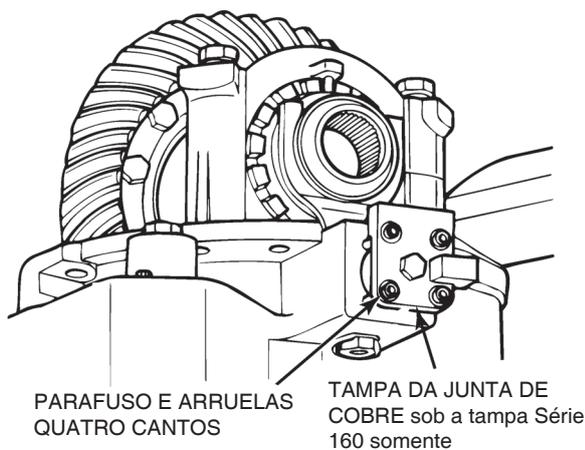

Figura 6.14
- B. Remova os quatro parafusos e arruelas que fixam a tampa do cilindro. Remova a tampa. Nos diferenciais Série 160, remova a junta de cobre. Figura 6.14.